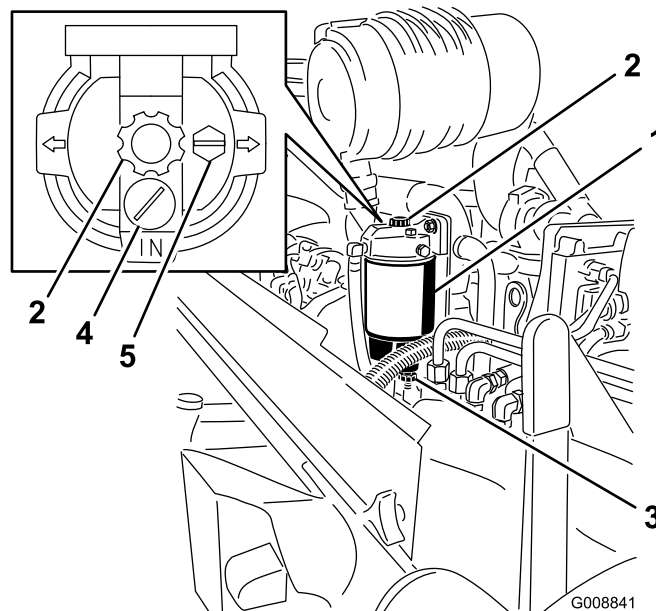

Figure 64
1. Placez un bac de vidange propre sous le séparateur d'eau (Figure 64).
2. Ouvrez le bouchon de vidange et actionnez la pompe pour vider les contaminants (Figure 64).
2. Vidangez une partie du carburant en desserrant le bouchon d'aération et en ouvrant le bouchon de vidange (Figure 64).